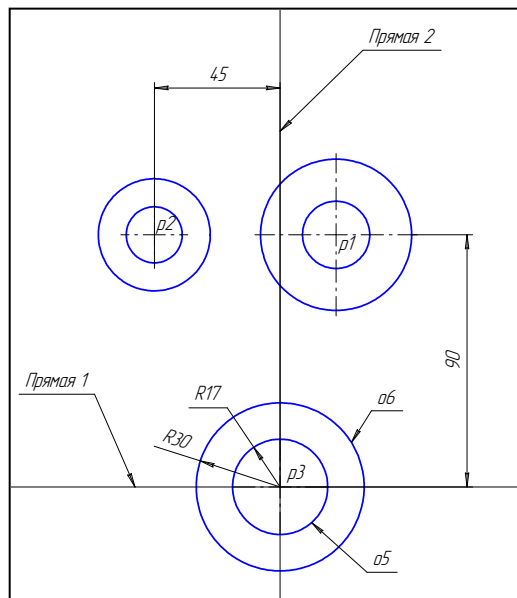

Рис. 68
6. С помощью команды **Параллельная прямая** постройте вспомогательную прямую 1, параллельную горизонтальной оси симметрии окружности o_1 на расстоянии 90 мм вниз, рис. 68.
7. Постройте прямую 2, параллельную вертикальной оси симметрии окружности o_3 , на расстоянии 45 мм справа от нее, рис. 68.
8. Постройте окружность o_5 с осевыми линиями и радиусом 17 мм. Положение центральной точки укажите в точке p_3 пересечения построенных вспомогательных прямых с помощью привязки **Пересечение**, рис. 68.